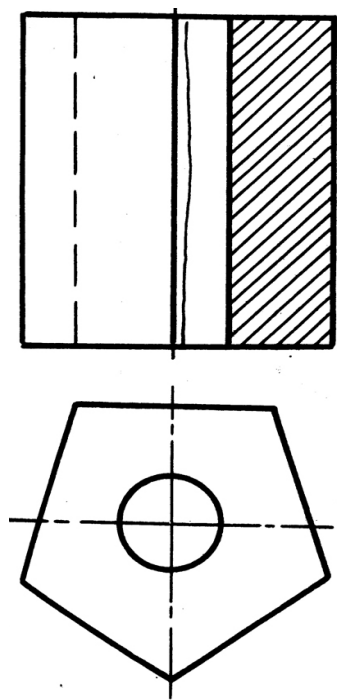

Рис. 3
2. Отверстие и вырез определяют внутреннее строение вычерчиваемой детали, которое на чертеже должно быть выявлено с помощью разрезов (ГОСТ 2.305-68). Если деталь обладает плоскостью симметрии, то на чертеже нужно строить совмещенное изображение, то есть половину вида (слева) и половину разреза (справа). Вид и разрез разделяются тонкой штрихпунктирной линией. В случае, если раздел половины вида и половины разреза совпадают с ребром детали, разрез ограничивают линией обрыва (тонкой сплошной слегка волнистой линией) (рис. 3).
4. Чертеж выполняется на формате А3. Рабочее поле чертежа нужно организовать так, чтобы на нем разместились три изображения заданной детали и прямоугольная диметрическая проекция, как показано на примере выполнения. Эллипсы в прямоугольной диметрии рекомендуется заменять четырехцентровыми овалами (см. приложение 3). Штриховка в разрезах производится под углом 45°, считаем, что деталь выполнена из металла. Схема штриховки приводится на образце выполнения примера (см. рис. 3).